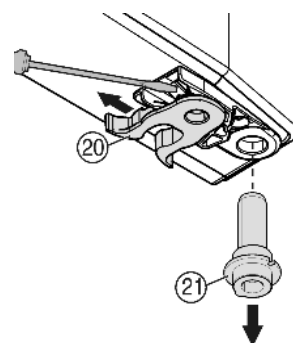

Fig. 9
- ▶ Přemístěte pružinovou svorku Fig. 9 (20): Stiskněte nos zarážky, přes ni stáhněte pružinovou svorku.
- ▶ Vytáhněte ložiskový čep Fig. 9 (21) z dveří objímky a nasadte spolu s podložkou na protější stranu. Nos zarážky musí ukazovat k vnitřní straně dveří, zářez k vnější straně.
- ▶ Nasadte dveře dole a ložiskový čep Fig. 9 (21) do stojanu ložiska. Příp. ložiskovým čepem otáčejte tak, aby mohl zaskočit do západky.